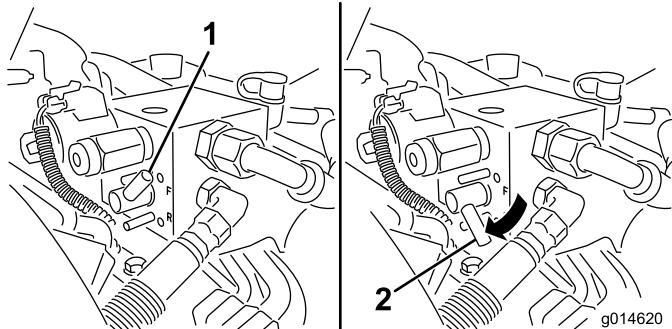

Figura 53
- Rode a alavanca de rectificação para a posição "R" (Figura 53).